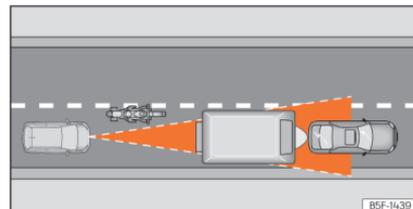

Fig. 121 Motociclo que circula à frente, fora do raio de alcance do sensor de radar.
- Veículos que circulem desalinhados ou fora da zona de deteção do sensor, por exemplo, motociclos »» Fig. 121.